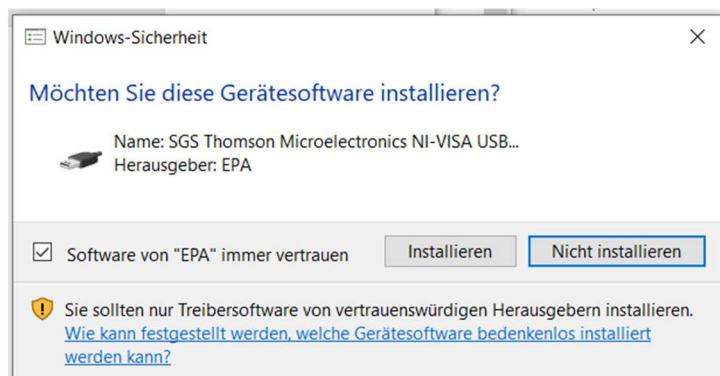

Bild 4.7: Windows Sicherheitsinformation [2]
- Nachdem man *Weiter* geklickt hat, erscheint Bild 4.7. Hier wird mit dem Klicken auf Installieren letztendlich der Hardwaretreiber installiert.